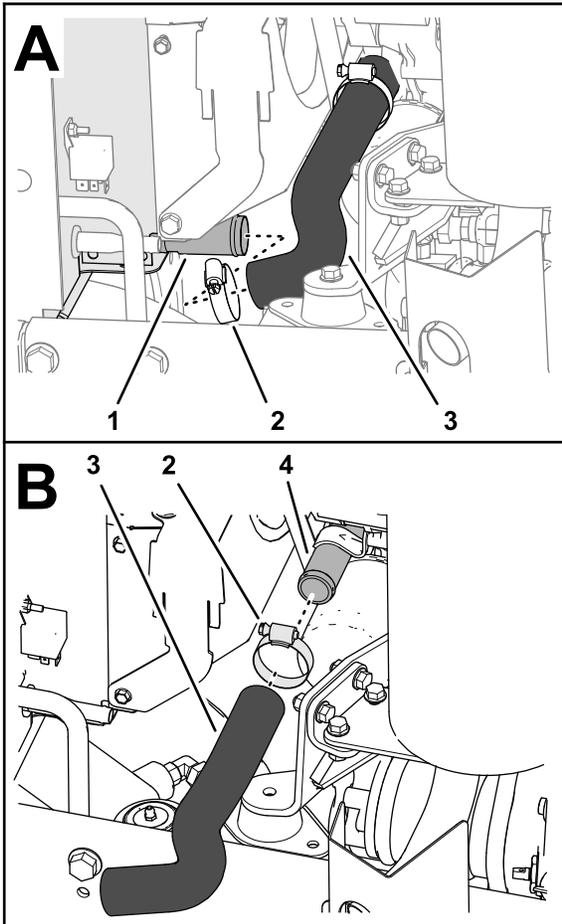

Figure 15
1. Retirez le collier qui maintient la durite inférieure sur la sortie du radiateur, et débranchez la durite du radiateur (Figure 15).
2. Retirez le collier qui maintient la durite inférieure de radiateur sur l'entrée du moteur, et débranchez la durite du moteur (Figure 15).